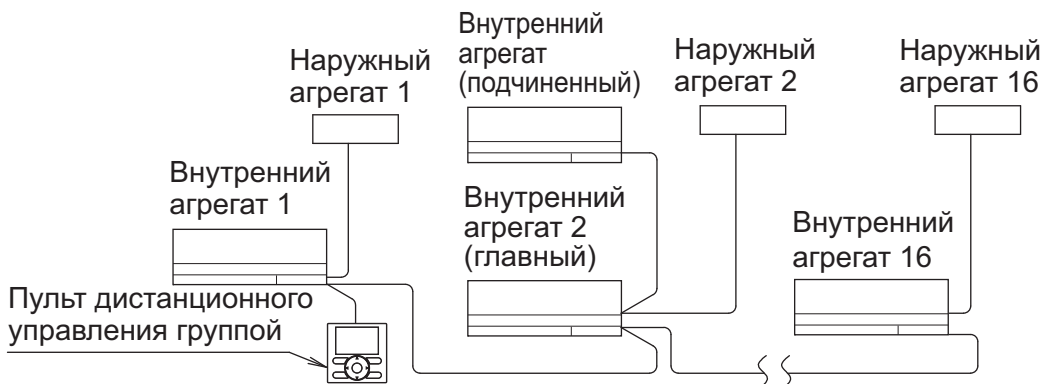

Рис. 28
- При использовании в качестве сдвоенного блока или ведущего блока при одновременной работе нескольких блоков можно производить одновременное (групповое) управление пуском/остановом до 16 блоками включительно с помощью пульта дистанционного управления. **(См. рис. 28)**